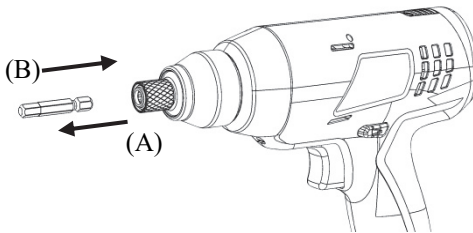

Abb. 4
1. Ziehen Sie die Hülse wie in Abb. 4 (A) heraus
2. Führen Sie das Bit wie in Abb. 4 (B) gezeigt in den Sechskantschaft ein, lassen Sie die Hülse los, um den Bit zu fixieren.